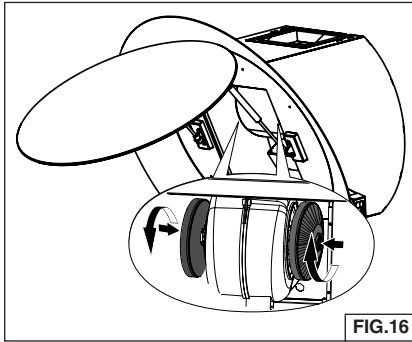

FIG.16
14. Instale dos filtros de carbón en el ventilador. Fig. 16.